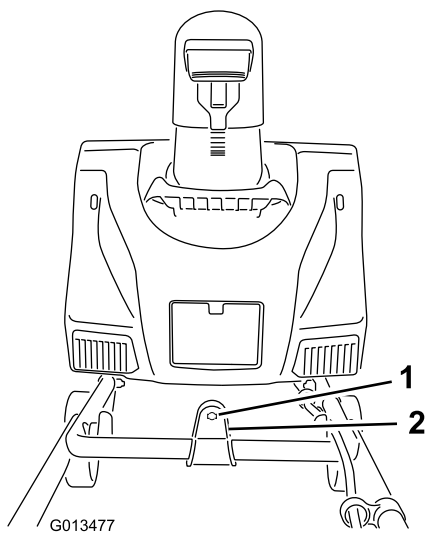

Bild 4
2. Stecken Sie das Ende der Auswurfkanal-Schaltstange durch das gekeilte Loch in der Halterung, die oben am unteren Holm befestigt ist (Bild 4).